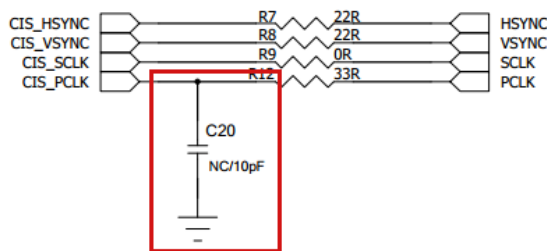

图 2-14 CSI\_PCLK 并联电容
- 5) 芯片支持 IO 电压为 1.8~3.3V Sensor，若电路环境恶劣或摄像头本身时序不协调，均会影响 CSI\_PCLK、CSI\_VSYNC、CSI\_HSYNC 和数据的测距时序，造成数据采集出错。若出现上述问题，可通过在 CSI\_PCLK 上并联一个小电容解决（PCB 版上该电容需靠近 sensor 端，默认不贴片），如图 2-14 所示。